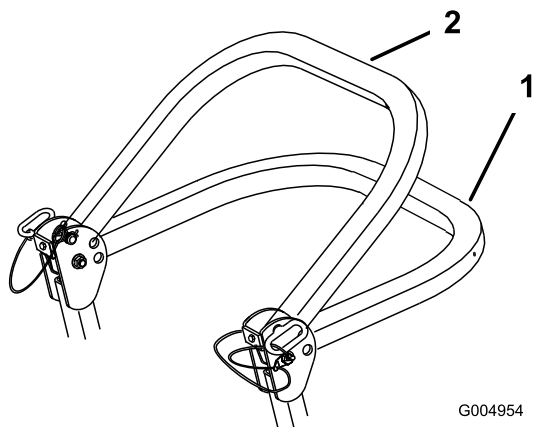

Figura 9
2. Baje la barra anti-vuelco (Figura 9).
**Nota:** Hay dos posiciones de bajada; consulte Figura 9.